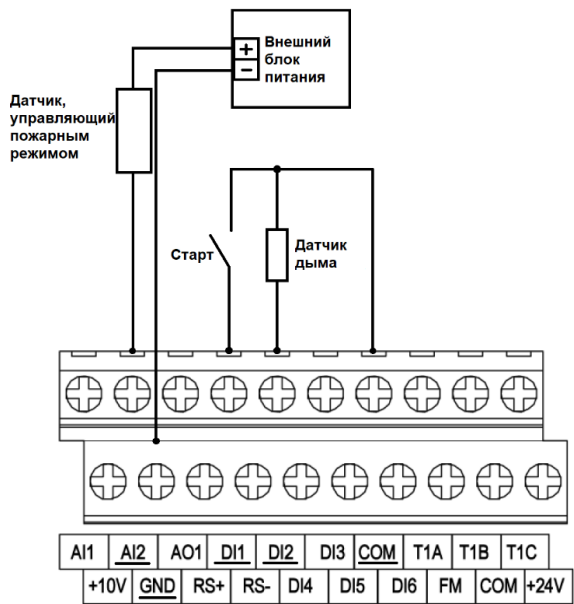

Рисунок 1. Схема подключения датчика через внешний блок питания
- С использованием внешнего источника питания (Рис.1)